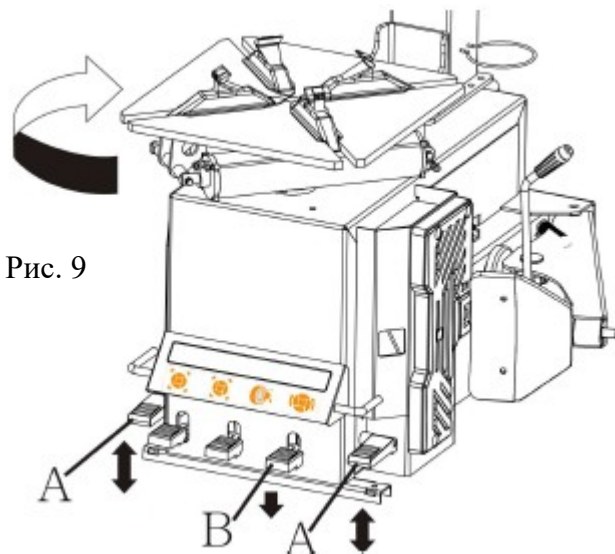

Рис. 9
- Рабочее испытание: после подключения питания, нажмите педаль А (рис.9), поворотный стол будет вращаться по часовой стрелке. Это очень важный тест.